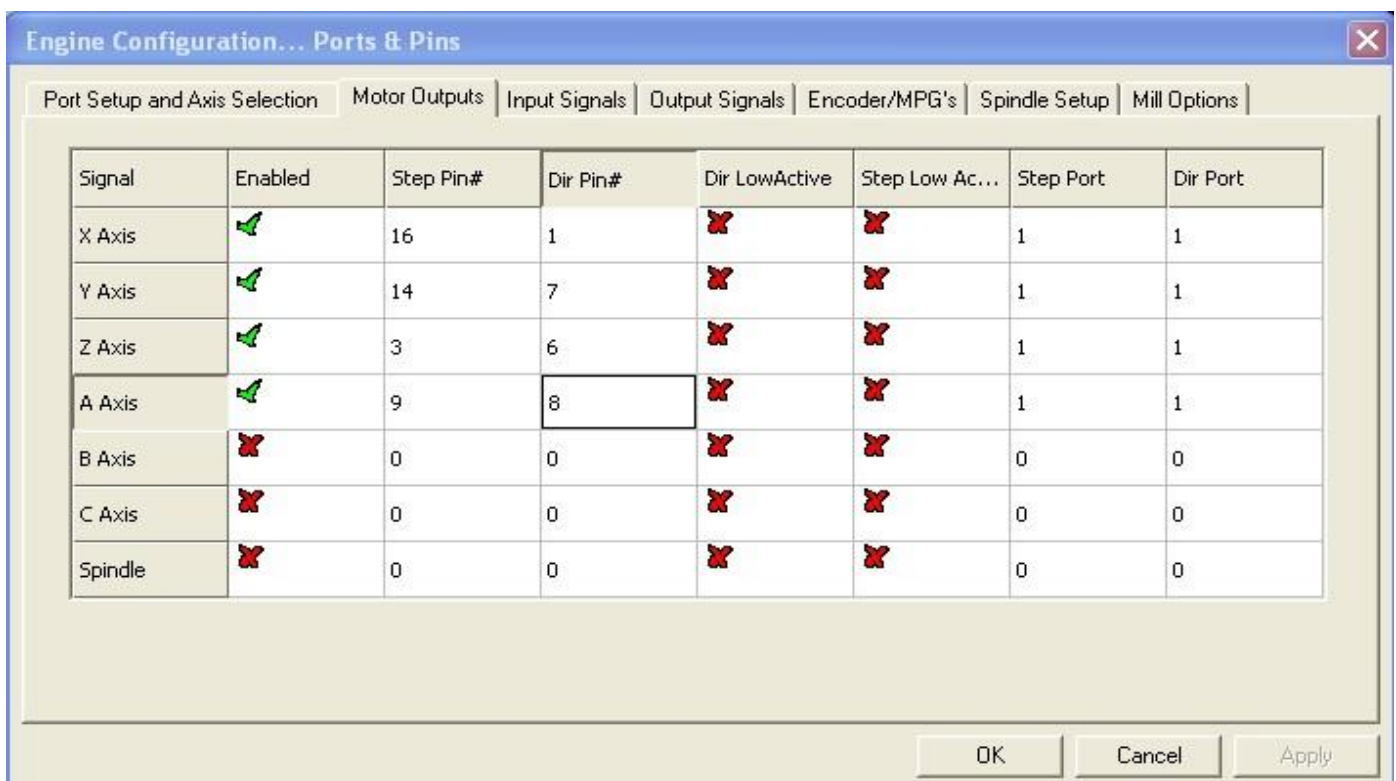
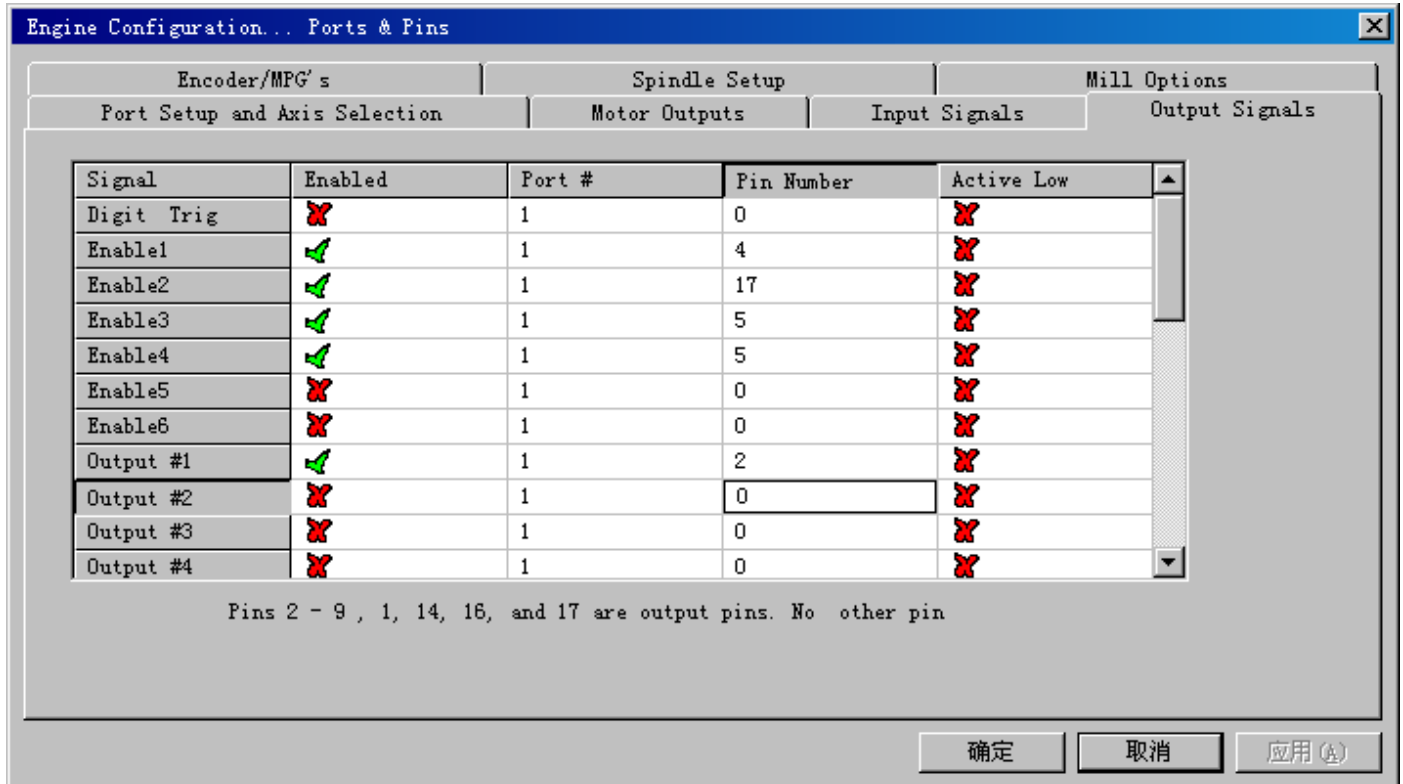

Bild.5
Bild.6
Einstellen die grundlegende Frequenz innerhalb der oben Kreis 1. Dieser Parameter beeinflusst die Drehzahl des Motos. Nach der Einstellung von der grundlegenden Frequenz wählen Sie bitte Kreis 2, wo *Konfiguration Scripting* definiert wird, sehen Bild.5.
Dann wählen Sie bitte die Ausgangssignale Spalte, wie in Bild.6 gezeigt, und einrichten den entsprechenden Datenelementen pro der Internation in dem Kreis.
- Bitte überprüfen Sie die Software-Einstellung eintsprechend den Bild.5 und Bild.6.